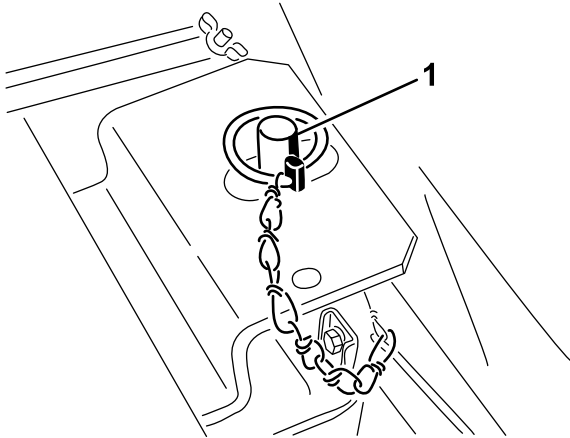

Bild 11
- Nehmen Sie die Sitzstützstange heraus und drehen Sie diese nach unten. Drehen Sie den Sitz nach unten und drücken Sie den Klappstecker durch Bolzen am Sitzriegel. Legen Sie das Drahtende des Stifts über den Riegelbolzen (Bild 11).
8. Nehmen Sie die Sitzstützstange heraus und drehen Sie diese nach unten. Drehen Sie den Sitz nach unten und drücken Sie den Klappstecker durch Bolzen am Sitzriegel. Legen Sie das Drahtende des Stifts über den Riegelbolzen (Bild 11).